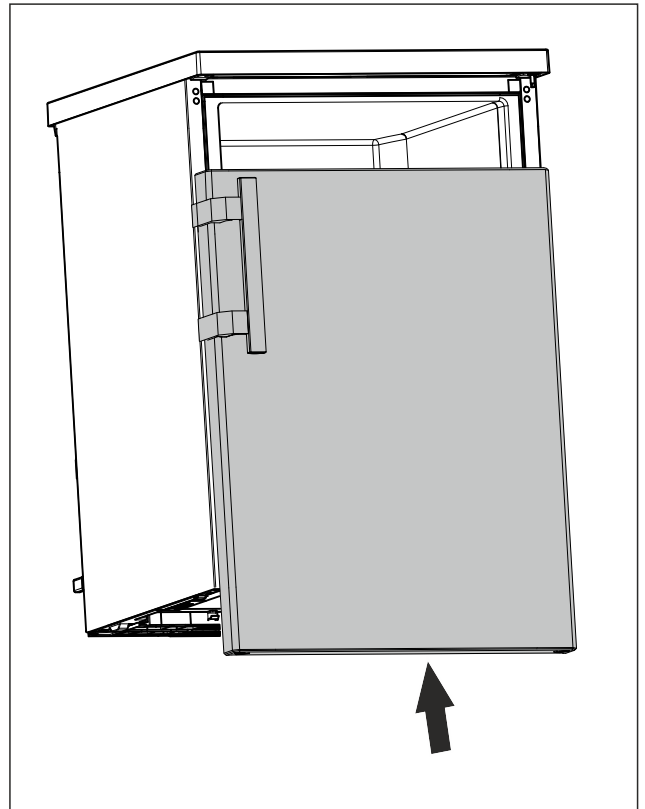

Fig. 20
- ▶ У закритому стані насуньте дверцята на верхній болт. (див. Fig. 20)